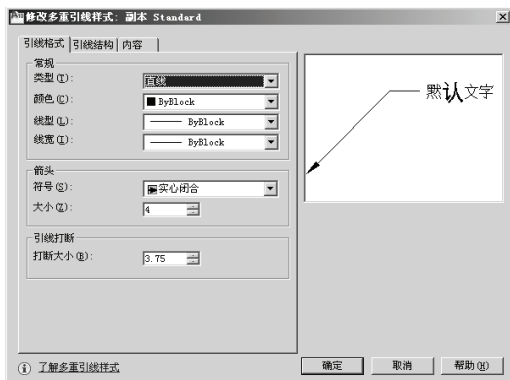

图 8-40 修改多重引线样式—引线格式
(1) 当前多重引线样式: 显示应用于所创建的多重引线的多重引线样式的名称。
(2) 样式: 显示多重引线样式列表。高亮显示当前样式。
(3) 列出: 过滤“样式”列表的内容。如选择“所有样式”, 则显示图形中可用的所有多重引线样式。如选择“正在使用的样式”, 仅显示当前图形中正使用的多重引线样式。
(4) 预览: 显示“样式”列表中选定样式的预览图像。
(6) **新建**按钮: 如图 8-39 弹出“创建新多重引线样式”对话框, 可以定义新多重引线样式。单击**继续**按钮, 则弹出“修改多重引线样式”对话框, 如图 8-40 所示。该对话框包
(7) **修改**按钮：单击该按钮，弹出如图 8-40 所示的“修改多重引线样式”对话框，供修改多重引线样式。